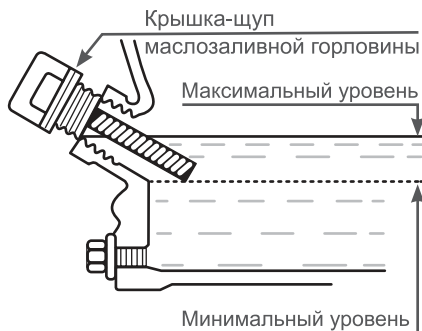

Рис. 5. Проверка уровня масла в картере
*Максимальный уровень масла в картере соответствует нижней кромке заливного отверстия (Рис. 5).*
4. Аккуратно извлеките щуп и осмотрите его. Уровень масла должен соответствовать верхней отметке на щупе. При недостаточном уровне масла в картере необходимо долить чистое масло до верхней отметки на щупе, что соответствует нижней кромке заливного отверстия (Рис. 5).